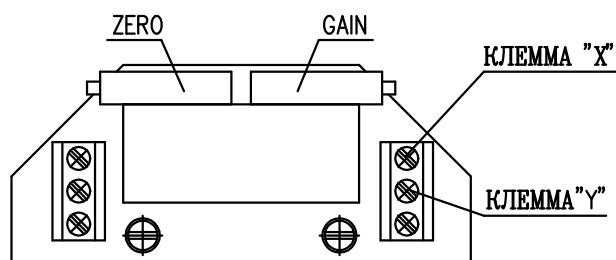

Рис. 7
EPV - 3-проводниковое включение (рис.7)
- Установите датчик сопротивления на основании инструкций в предыдущей главе так, что величину сопротивления измеряйте на клеммах X-Y (рис.7). (употреблен датчик с сопротивлением 2000Ω или 100Ω)
- Поворачиванием устанавливающего триммера ZERO (рис.7) установите величину выходного сигнала тока, измеряемого на клеммах 81-82, на величину 0 мА или 4 мА.
- Поворачиванием устанавливающего триммера GAIN (рис.7) установите величину выходного сигнала тока, измеряемого на клеммах 81-82, на величину 20 мА или 5 мА.